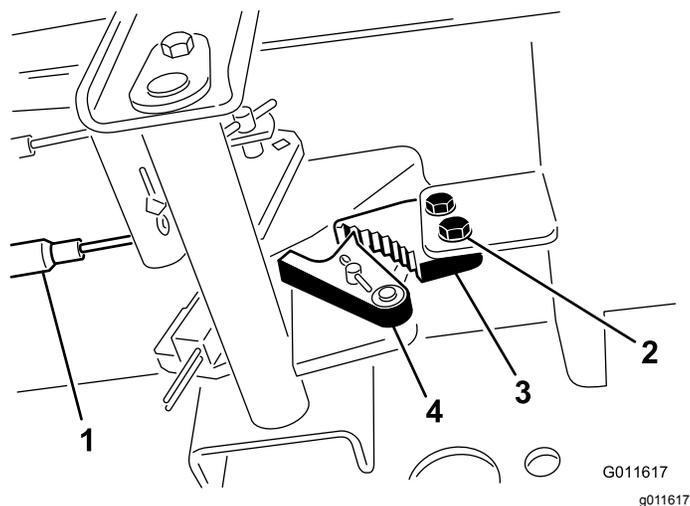

Figura 98
1. Allentate le due viti che fissano il nottolino del freno di stazionamento al telaio (**Figura 98**).
2. Premete in avanti il pedale del freno di stazionamento finché il fermo non s'innesta completamente nel nottolino del freno (**Figura 98**).